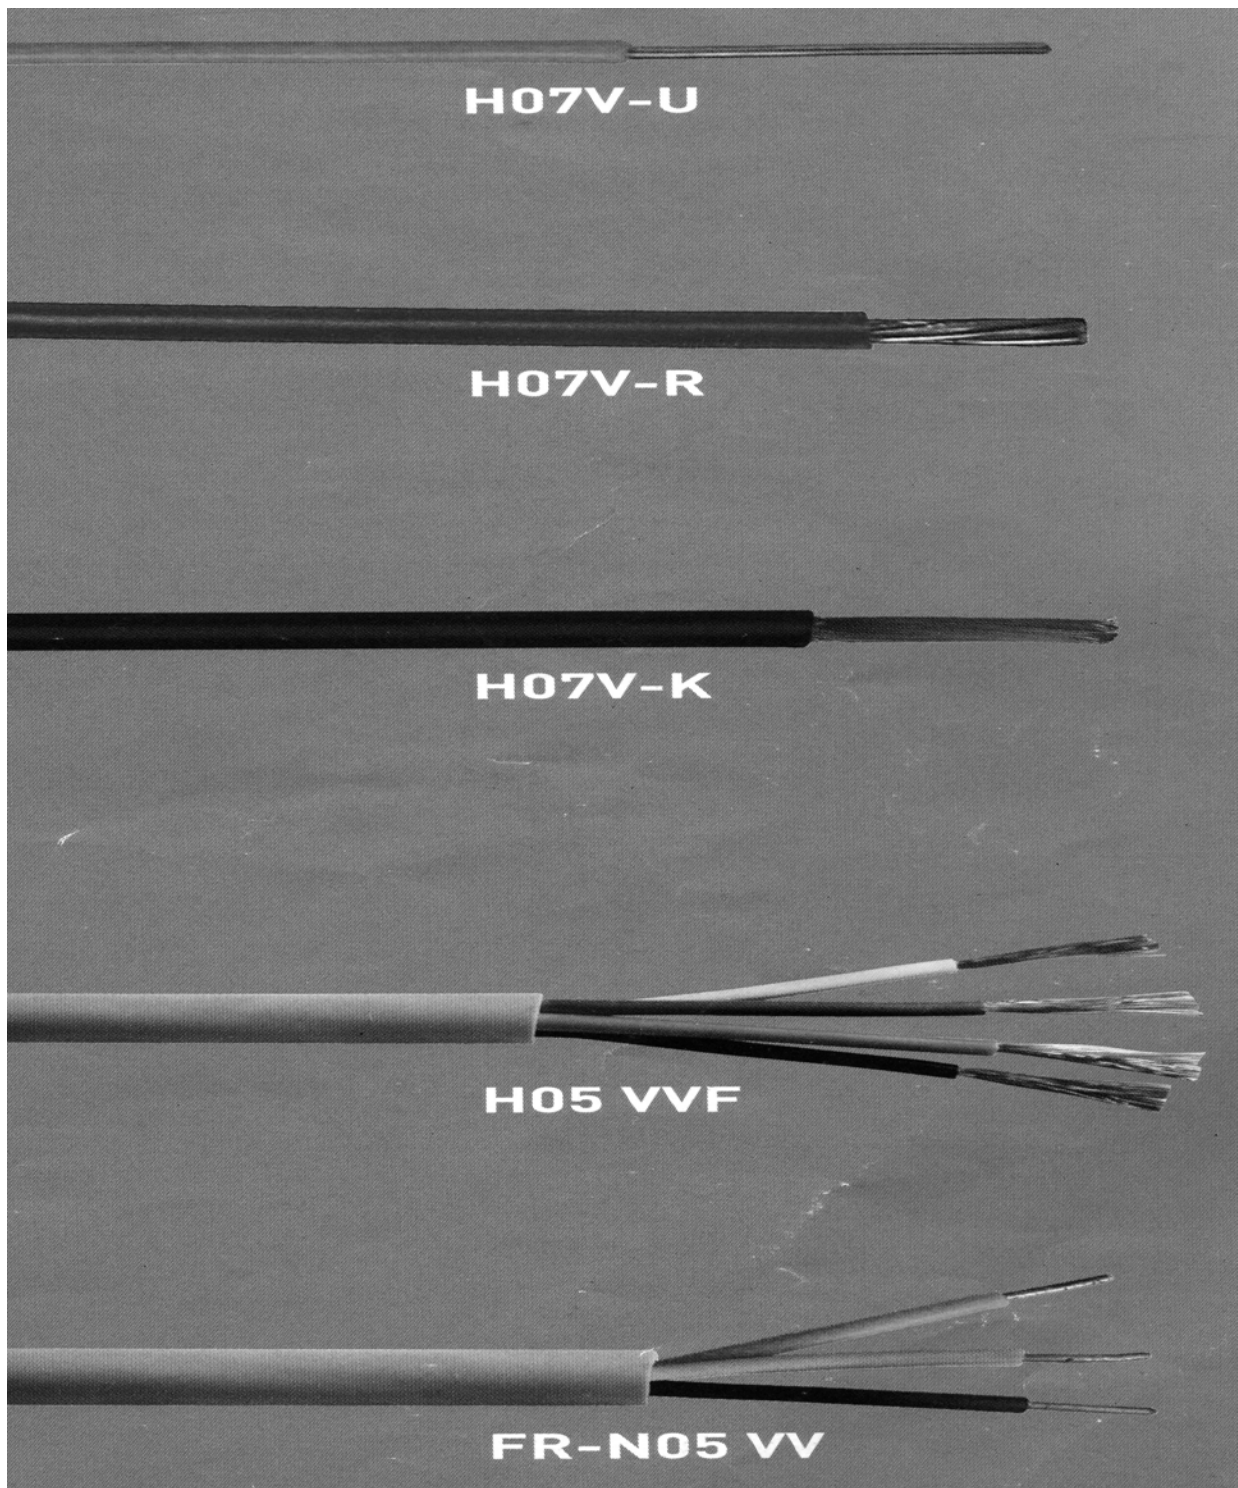

Figure 2.4 – Câbles domestiques
a) Câbles domestiques : (voir figure 2.4)